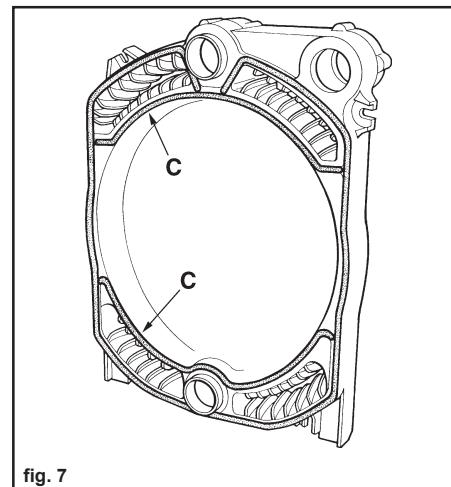

fig. 7
- 7 (Fig. 7) Tilføj de øvrige to klodser "C".